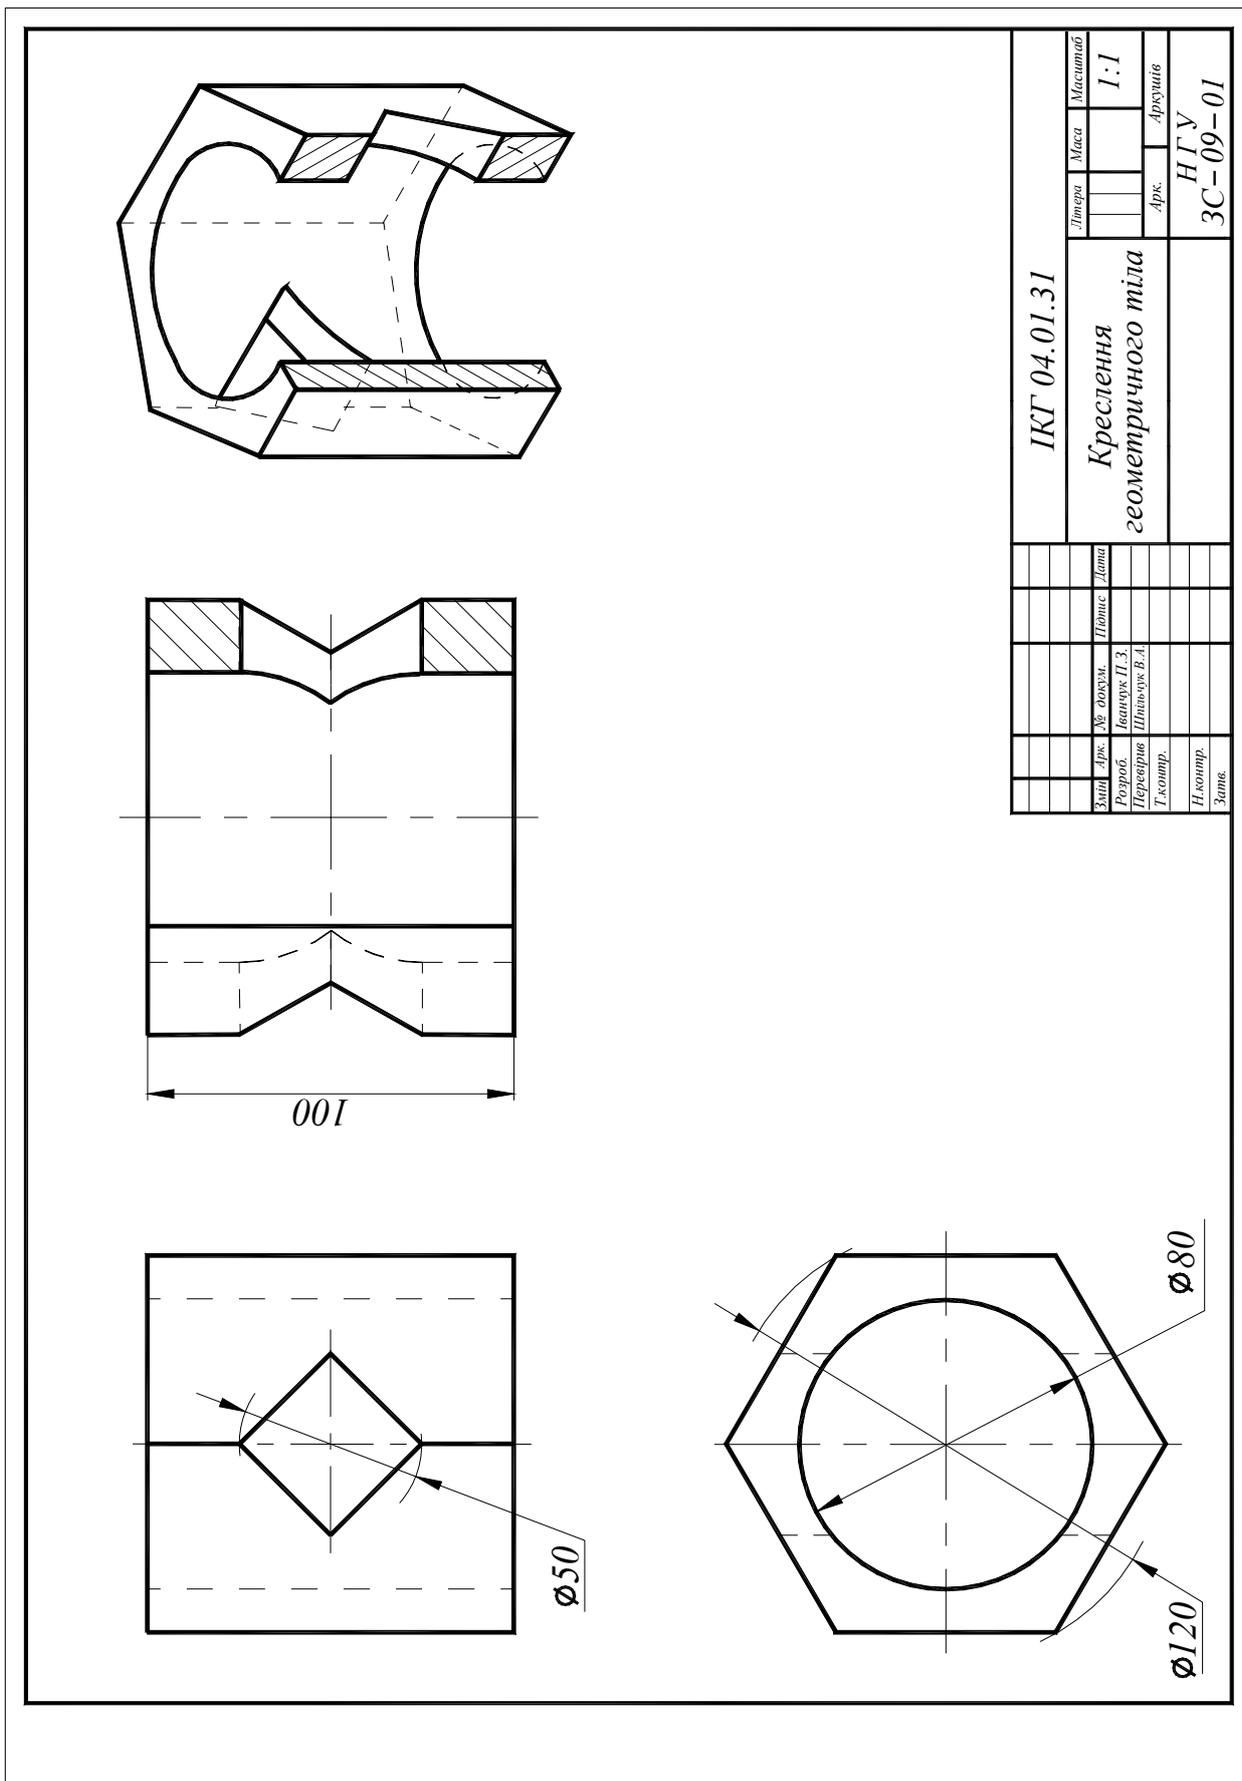

Рис. 6.15. Комплексне креслення геометричного тіла
6. Враховують, що відповідно до пункту 3.13 ГОСТ 2.305 – 68 **ЗОБРАЖЕННЯ – ВИДИ, РОЗРІЗИ, ПЕРЕТИНИ**, частину виду і частину відповідного розрізу, кожний із яких є симетричною фігурою, допускається з'єднувати, розділяючи їх віссю симетрії (рис. 6.15).
Остаточний вигляд креслення геометричного тіла наведено на рис. 6.15.